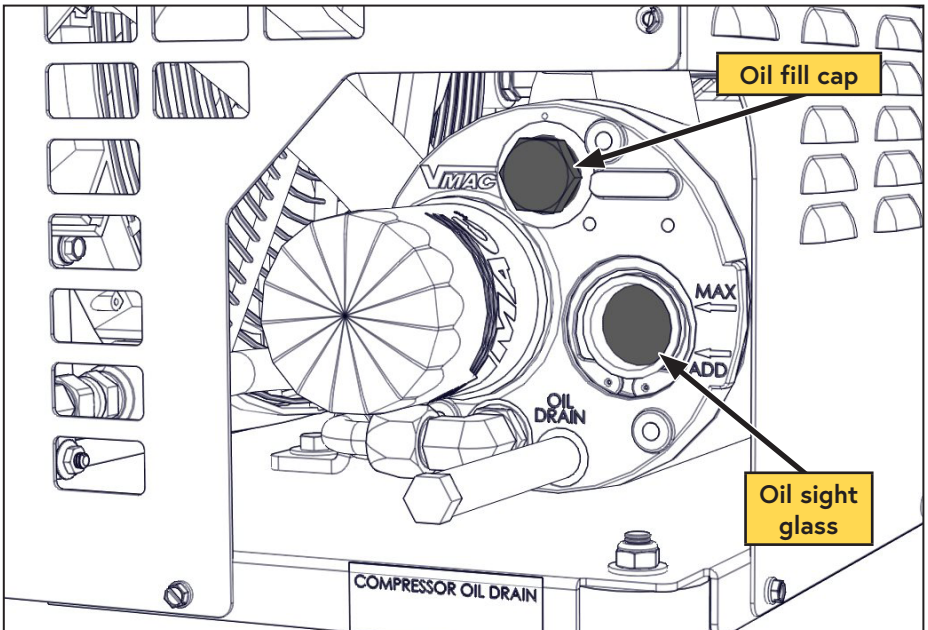

Figure 37 — Oil fill
- ☐ Remove the Oil fill cap (Figure 37).